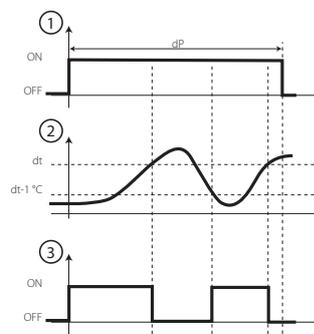

Рис. 4.г
- по времени с контролем температуры (только с нагревателями); в течение заданного времени: сигнал запроса размораживания выдается только когда температура опускается ниже предельной температуры завершения цикла размораживания, что гарантирует экономию электроэнергии и эффективное размораживание испарителя даже в более сложных условиях (см. Рис. 4.г).